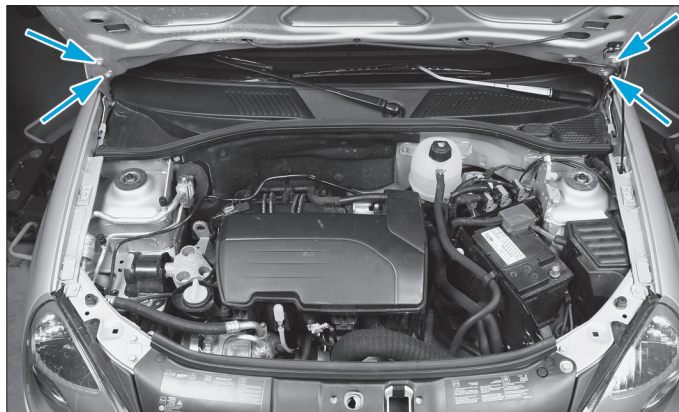

Fig. 10
- Déposer les vis de fixation du capot sur les charnières et dégager le capot (Fig.10).